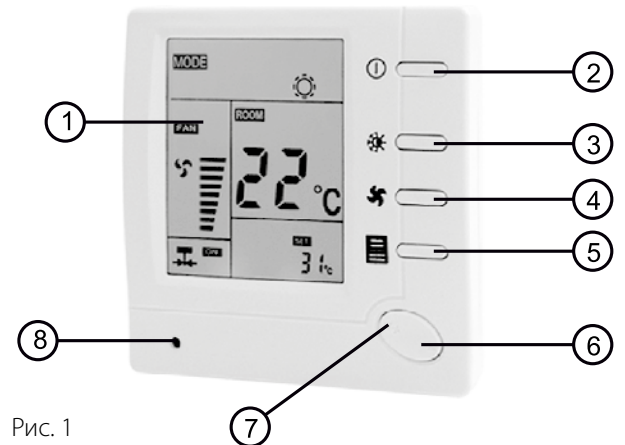
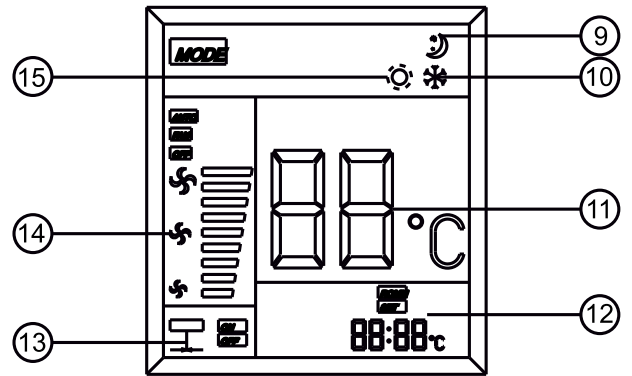

Рис. 1
Рис. 2
Дисплей (рис. 2):
Увімкніть терморегулятор, натиснувши кнопку живлення (2). Натисніть кнопку вибору швидкості вентилятора. На дисплеї з'явиться один із символів (14 на рис. 2) або AUTO. Це означає, що вентилятор обертатиметься на швидкості HI (висока), MED (середня), LOW (низька) або AUTO (автоматичний режим). Якщо обрати режим AUTO, швидкість обертання вентилятора змінюватиметься залежно від різниці між фактичною температурою у приміщенні та встановленою температурою. Якщо температура у приміщенні більш ніж на 3 градуси вища за задану температуру під час охолодження або більш ніж на 3 градуси нижча за задану температуру під час нагрівання, вентилятор буде працювати на найбільшій швидкості. Якщо температура у приміщенні на 2-3 градуси вища, ніж встановлена температура під час охолодження або на 2-3 градуси нижча, ніж встановлена температура під час нагрівання, вентилятор буде працювати на середній швидкості. Якщо температура у приміщенні на 0-1 градус вища за встановлену температуру під час охолодження або на 0-2 градуси нижча за встановлену температуру під час нагрівання, вентилятор буде працювати на малій швидкості.
Установіть кнопкою вибору режимів роботу в режимі нагрівання (знак 15 на рис. 2). Натисніть "+", щоб збільшити значення температури регулювання. Якщо температура у приміщенні нижча за встановлену, система нагрівання почне роботу. Натисніть "-", щоб зменшити значення температури регулювання. Якщо температура у приміщенні вища за встановлену, система нагрівання зупинить роботу.
Встановіть кнопкою вибору режимів роботу в режимі охолодження (знак 10 на рис. 2). Натисніть "-", щоб зменшити значення температури регулювання. Якщо температура у приміщенні вища за встановлену, система охолодження почне роботу. Натисніть "+", щоб збільшити значення температури регулювання. Якщо температура у приміщенні нижча за встановлену, система охолодження зупинить роботу.
Натисніть кнопку переходу до "нічного" режиму (5 на рис. 1). З'являється символ "нічного" режиму (9 на рис. 2). Цей режим буде активний впродовж 8 годин, водночас терморегулятор контролюватиме нагрівання або охолодження згідно з графіком, наведеним нижче. Знову натисніть кнопку переходу до "нічного" режиму, відповідний символ зникне, що означає скасування роботи в "нічному" режимі.
Налаштування режимів керування дозволяє для автоматичного режиму встановити певні робочі характеристики терморегулятора згідно з вашими вимогами. Вимкніть терморегулятор, натиснувши кнопку живлення, потім натисніть та утримуйте кнопку "нічного" режиму (5, рис. 1) не менше 4 секунд доти, доки не засвітиться дисплей. Це означає, що ви увійшли до першого пункту налаштування режиму керування меню. Усього є 4 таких пункти, що відповідно відображається на дисплеї.